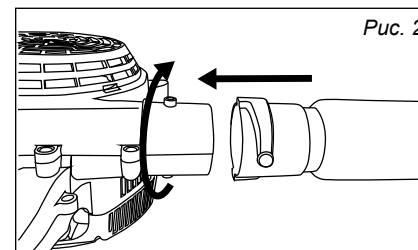

Рис. 2
1. Установите патрубок **B1** (рис. 2).